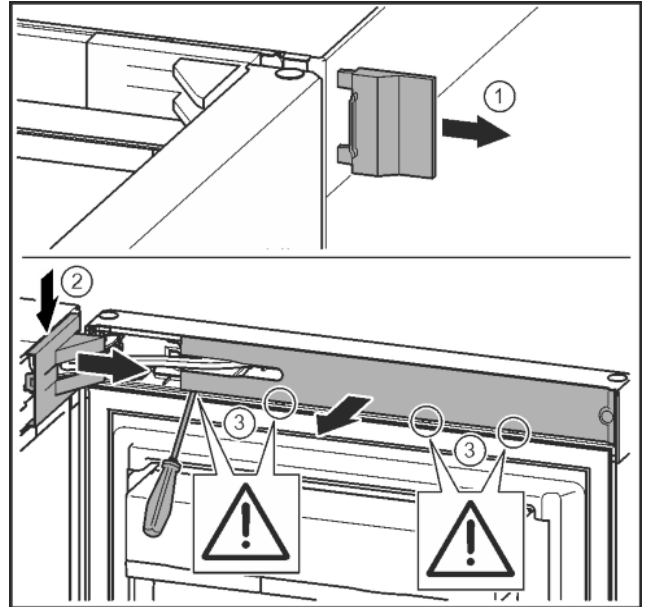

Fig. 9
- ▶ Vegye le a külső fedelet. Fig. 9 (1)
- ▶ Pattintsa ki és oldja ki a csapágybak fedelét. Vegye le a csapágybak fedelét. Fig. 9 (2)
- ▶ Hornyoltfejú csavarhúzóval pattintsa ki a lemezt, és fordítsa oldalra. Fig. 9 (3)